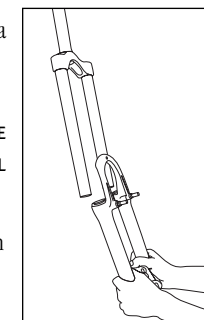
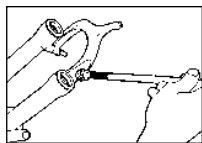

Fig. 6
Fig. 7
7. Deslice hacia fuera el conjunto de tubo inferior monopieza (ver Fig. 6) Retire los guardapolvos de la horquilla.
Aplique New and Improved Judy Butter a la superficie de los rodamientos superiores, y rellene completamente la cavidad que queda entre los bordes de la junta Resi-wiper (fig. 6). Utilice un alargador de llave de tubo envuelto en esparadrapo e impregnado en Judy Butter para acceder al interior de los tubos inferiores (ver Fig. 7).